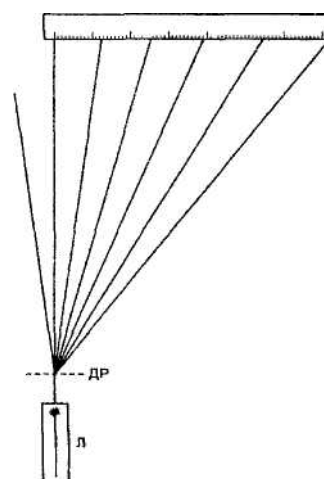

Рис. 2
2. Соберите оптическую схему экспериментальной установки, представленную на рис. 2. Платформа с полупроводниковым лазером устанавливается в левом нижнем углу доски. Включите лазер и установите напряжение питания 3 В. Направьте луч лазера вертикально вверх параллельно боковому краю доски. Линейка для измерения угла дифракции закрепляется с помощью имеющихся на ней магнитов в верхнем углу доски и ориентируется параллельно верхней кромке доски (такое расположение обеспечивает перпендикулярность линейки направлению распространения луча лазера). Начало шкалы линейки совмещается с точкой пересечения луча с линейкой.
4. Определите угол между нулевым и первым, нулевым и вторым и т.д. порядком дифракции. В соответствии со схемой, приведенной на рис. 2, тангенс этого угла вычисляется по формуле $tg\varphi = a/b$, где a - расстояние от нулевого порядка дифракции до выбранного порядка дифракции (измеряется по линейке, установленной в верхней части доски), а b - расстояние от дифракционной решетки до пятна, создаваемого на линейке лучом лазера в нулевом порядке дифракции (измеряется с помощью обычной линейки или демонстрационного метра).